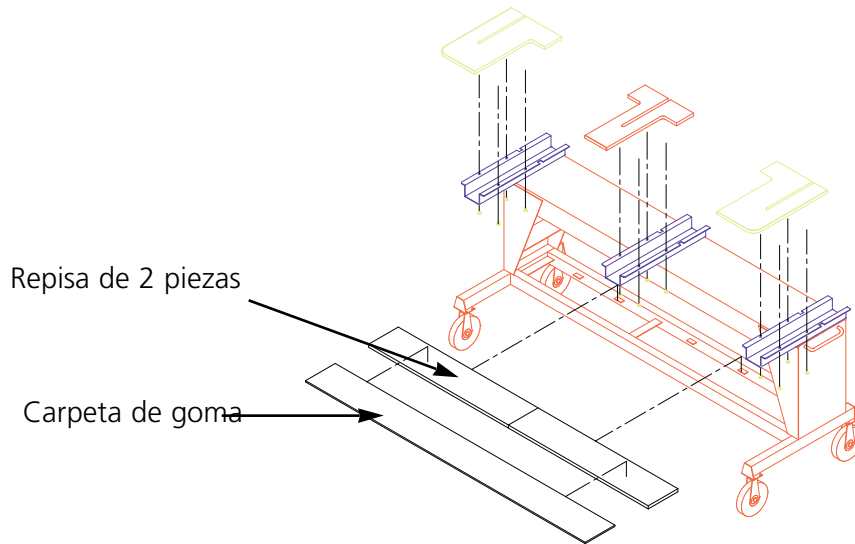
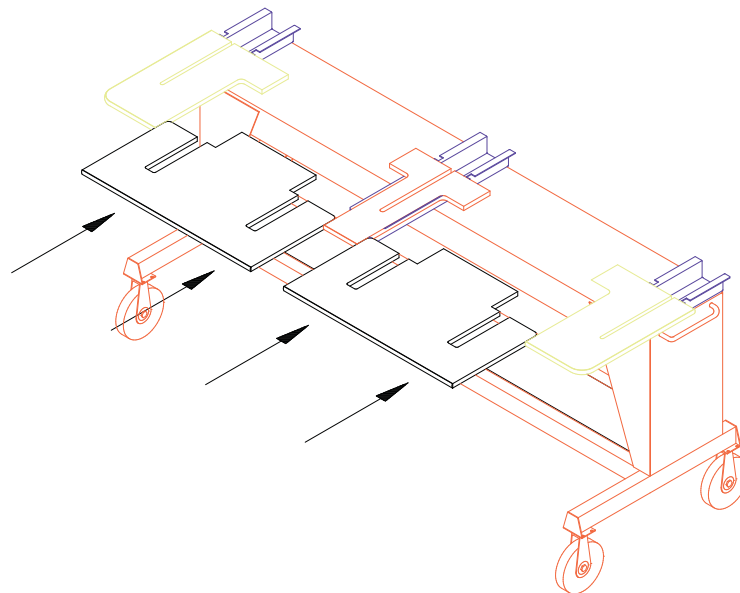

Figura 1-5
Figura 1-6
Hay cinco secciones de superficies de mesas (vea la figura 1-5). Los dos extremos y la sección central se apertan a la mesa como se ilustra en la figura 1-5. Las dos secciones restantes se deslizan en su sitio como se ilustra en la figura 1-6. Este diseño proporciona una manera fácil de retirar las superficies de las mesas alrededor de los cabezales de bordado para instalar el impulsor de la estructura de las gorras o realizar mantenimiento.
- Hay una repisa de 2 secciones y una carpeta cobertora que viene con el ensamblaje de la superficie de la mesa (vea la figura 1-5). Coloque las piezas de la repisa sobre los soportes ubicados en la base de la mesa y ponga la carpeta sobre las piezas de la repisa.
- Deslice las dos últimas superficies en su sitio (vea la figura 1-6). Se ajustan en los rieles guía de las secciones del extremo y central.